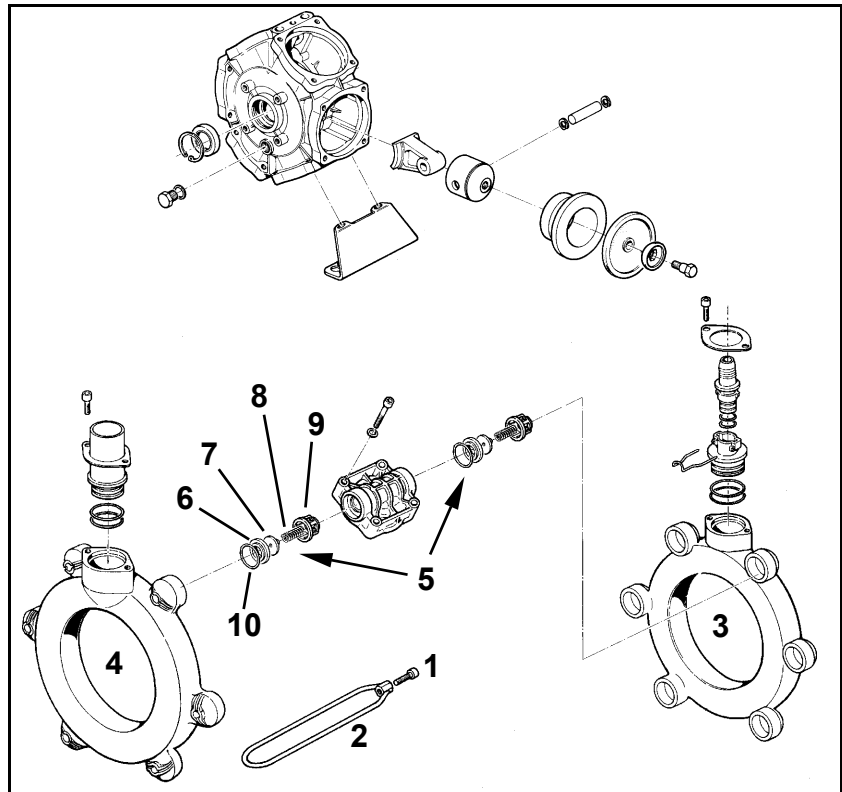

Fig. 194
- Innan ventilsatserna (Fig. 194/5) demonteras, notera och märk upp resp ventils monteringsläge.
- Beakta vid sammansättningen att ventilstyrningarna (Fig. 194/9) inte skadas. Skador kan leda till att ventilerna blockeras.
- Skruvarna (Fig. 194/1) måste dras åt korsvis med angivet åtdragningsmoment. Felaktig dragning kan leda till spänningar med läckage som följd.
2. Lossa skruvarna (Fig. 194/1) och demontera spännbygeln (Fig. 194/2).
3. Demontera sug- och tryckrör (Fig. 194/3 och Fig. 194/4).
4. Demontera ventilsats (Fig. 194/5).
5. Kontrollera ev skador och slitage på ventilsäten (Fig. 194/6), ventiler (Fig. 194/7), ventilmjädar (Fig. 194/8) och ventilstyrningar (Fig. 194/9) auf Beschädigungen bzw. Abnutzung.
6. Demontera o-ring (Fig. 194/10) entfernen.
8. Montera ventilsats (Fig. 194/5) efter kontroll och rengöring.
9. Montera nya o-ringar (Fig. 194/10).
10. Montera sug - (Fig. 194/3) och tryckrör (Fig. 194/4) på pumphuset och montera spännbygeln (Fig. 194/2).
11. Dra åt skruvarna (Fig. 194/1) korsvis med **11 Nm**.